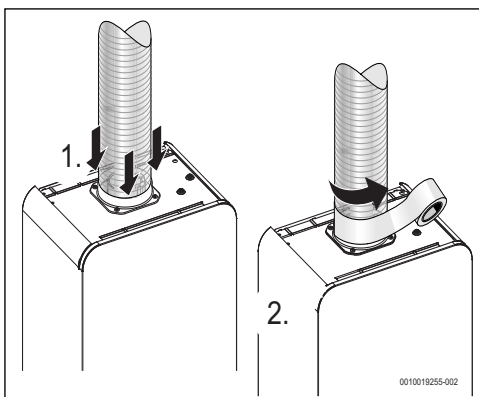

Fig. 14
- ser isolada com material adequado (Fig. 14),